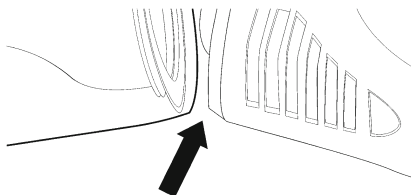

Abb. 9
1. Nehmen Sie das Gerät von der Ladestation (2).
3. Drücken Sie die Entriegelungstaste des Staubbehälters (12) und entfernen Sie den Staubbehälter (10) (Abb. 9).
7. Setzen Sie den Staubfilter (11) wieder korrekt in den Staubbehälter ein.
8. Setzen Sie den Staubbehälter (10) und das Gehäuse wieder zusammen, indem Sie zuerst das Unterteil und dann das Oberteil einsetzen, bis diese festsitzen (Abb. 9).